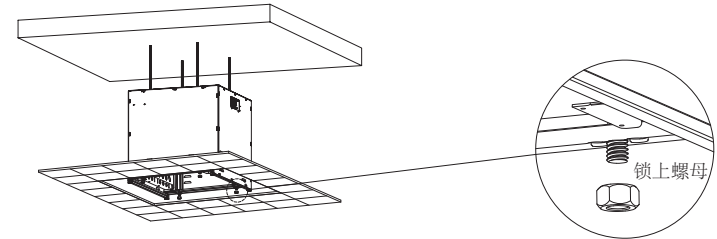

图5
3.先拆下投影机升降架底板和装饰框, 再将升降架装上, 然后锁紧螺母, 如图5。